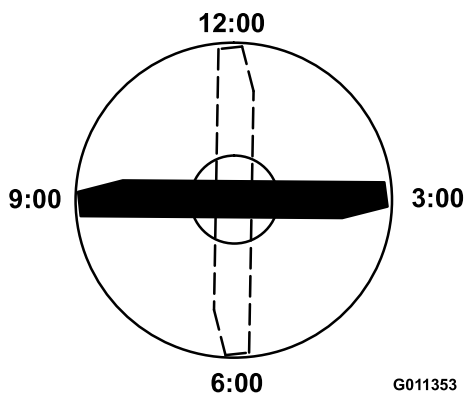

Рисунок 74
прямо по направлению скашивания) (Рисунок 74) и измерьте высоту от стола до режущей кромки ножа.
- Поверните отмеченный конец ножа в положения «3 часа» и «9 часов» (Рисунок 74) и измерьте значения высоты.